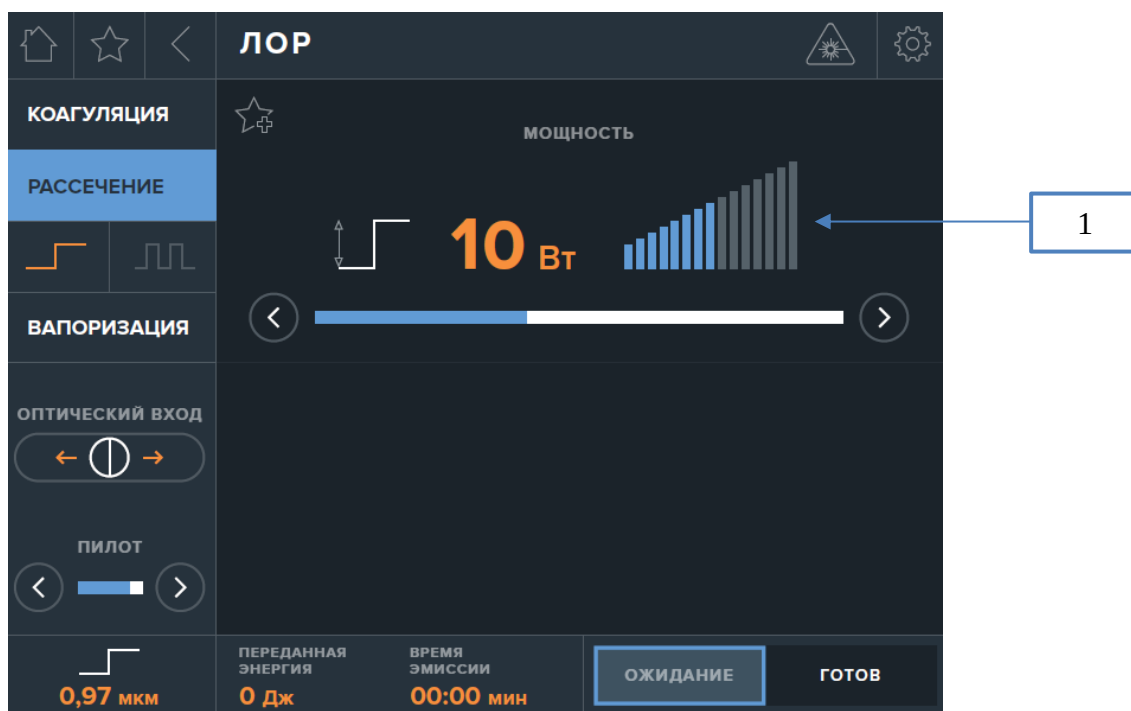

Рис. 23. Экран предустановленного режима РАССЕЧЕНИЕ для «ЛОР» операций (непрерывный режим).
В предустановленном режиме РАССЕЧЕНИЕ (2) для воздействия используется лазерное излучение с длиной волны 0,97 мкм в непрерывном (3) или импульсно-периодическом (4) режимах (рис. 23).
Для непрерывного режима предусмотрена настройка выходной мощности лазерного излучения в диапазоне от 4 до 12 Вт с шагом 1 Вт (1). Установка выходной мощности производится с помощью шаговых стрелок (рис. 23).